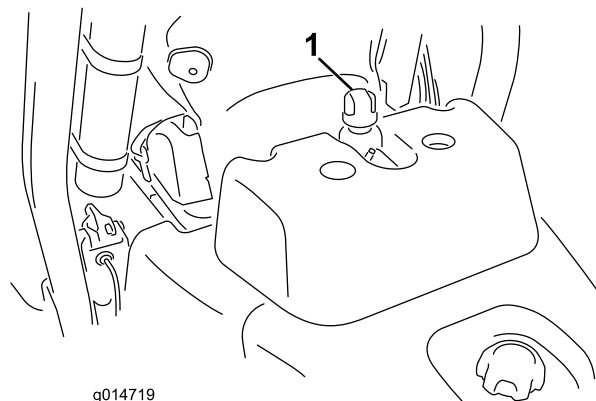

Figura 25
2. Retire a tampa do reservatório (Figura 25).